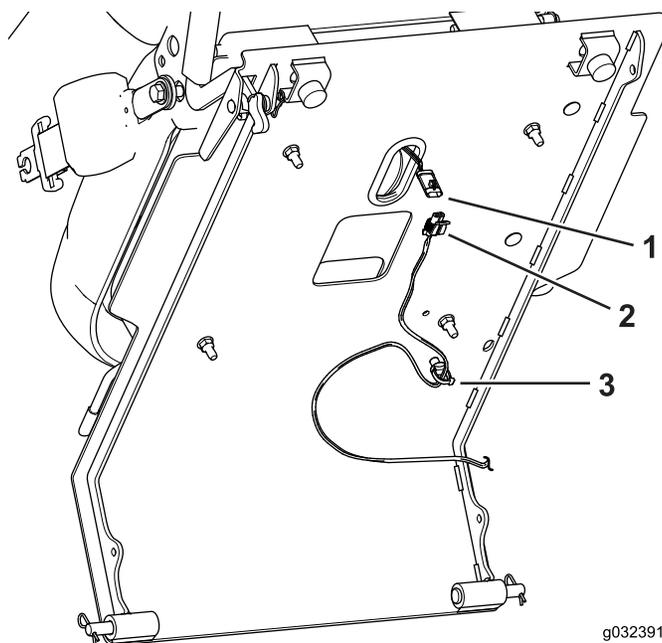

Рисунок 2
2. Отсоедините от жгута проводов разъем переключателя сиденья, расположенный с обратной стороны основания сиденья (Рисунок 2).
3. Снимите зажим провода с обратной стороны основания сиденья (Рисунок 2).